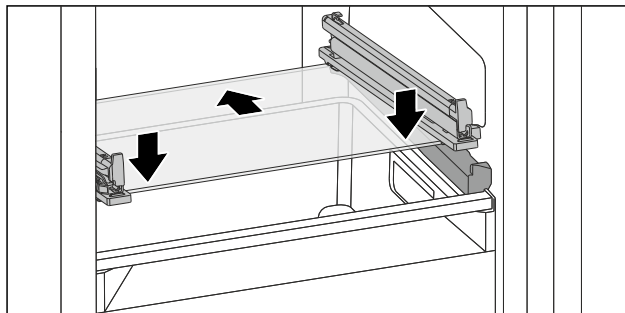

Fig. 140 Skleněná deska odklápěcí zásuvky
- Nasad'te skleněnou desku šikmo za zářezky. (viz Fig. 140)